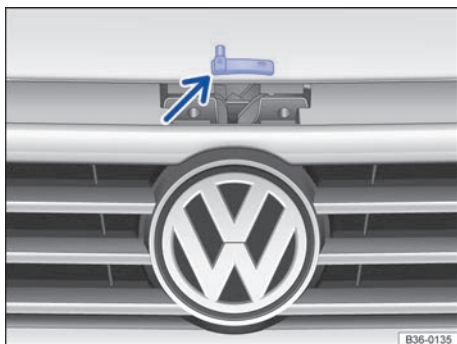

Fig. 259 Encima de la parrilla del radiador: palanca de apertura del capó del motor.
- Levante el capó por la palanca de apertura → fig. 259 (flecha) y ábralo del todo. El capó se mantiene abierto mediante el muelle de gas presurizado.